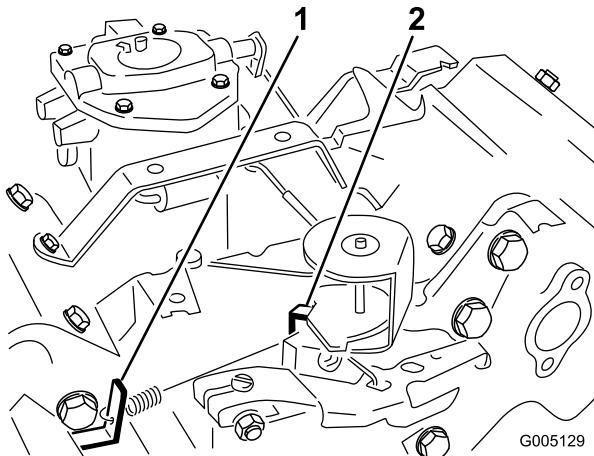

Bild 36
3. Biegen Sie den Anker-Federmitnehmer (Bild 36), um eine Leerlaufgeschwindigkeit von 1650 ± 100 U/min zu erzielen. Prüfen Sie die Motordrehzahl mit einem Drehzahlmesser.
5. Stellen Sie den Gasbedienungshebel auf "Schnell". Biegen Sie den Federankermittnehmer in der Vollgaseinstellung (Bild 36), bis Sie eine Vollgasdrehzahl von 2800 ± 50 U/min realisieren.